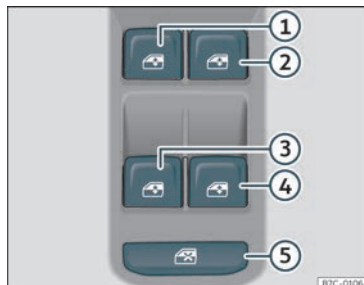

Fig. 91 Detalle da porta do condutor: mandos para as fiestras.
Mediante o mando de seguridade»» fig. 91 ⑤ da porta do condutor pode desactivar as teclas dos alzávidros das portas traseiras.